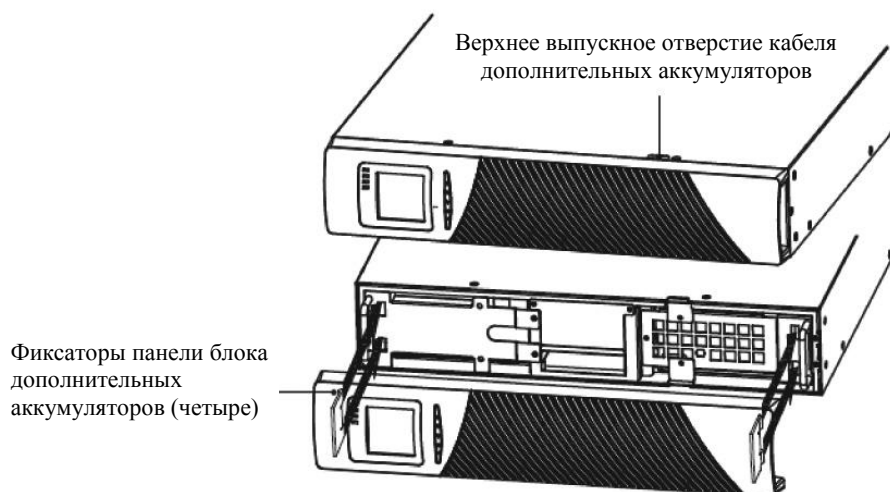

**Рис. 9 Подсоединение внутренних аккумуляторов ИБП**
2. Подсоедините разъем внутренних аккумуляторов (см. Рис. 9)